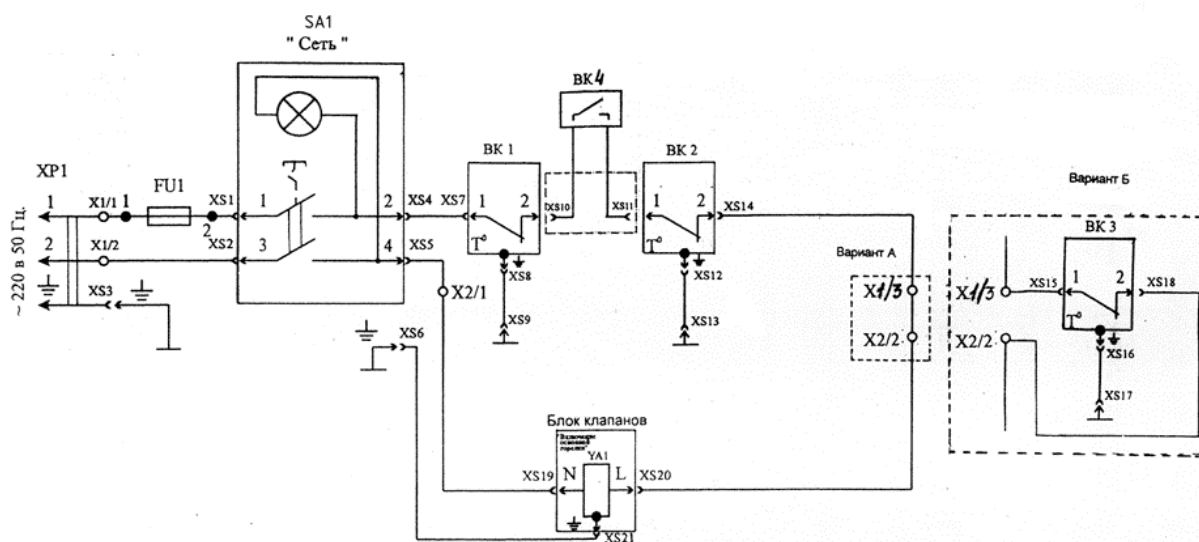

Рис.3.
6.8. Монтаж электрооборудования, входящего в комплект устройства, производить в соответствии ПУЭ и схемой электрической принципиальной, см. рис. 3.